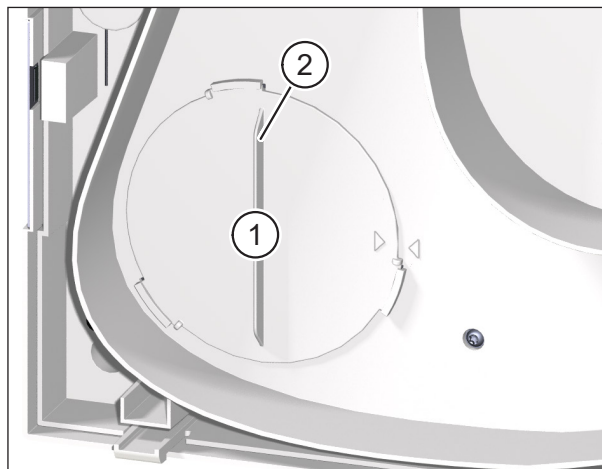

Fig. 17: Scoaterea filtrului de aer exterior
- ▶ Răsuciți capacul filtrului (elementul 1 în Fig. 17) cu ajutorul mânerului (elementul 2 în Fig. 17) în sens invers acelor de ceasornic, până când capacul filtrului este eliberat din elementele de fixare.
- ▶ Verificați poziția capacului filtrului. Mănerul trebuie să fie în poziție verticală, iar săgeata de pe capacul filtrului trebuie să fie aliniată cu săgeata care indică poziția de fixare (a se vedea Fig. 17 on page 32).